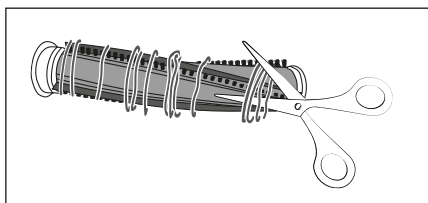

Fig. 24
- 4) Klip trævler og hår langs børsterne til børsterullen **19** igennem med en saks (se fig. 24). Fjern trævler og hår fra børsterullen **19**.